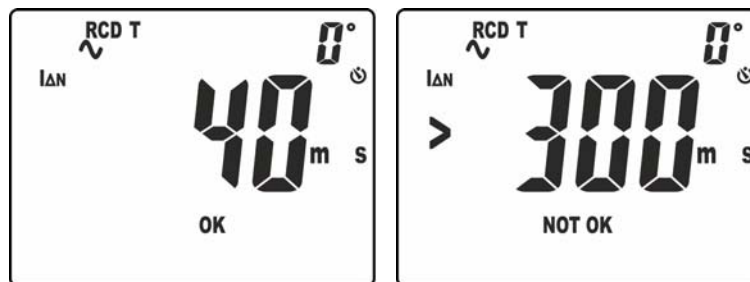

Fig. 35: Tempo di intervento in modo manuale a $I_{\Delta n}$
10. Il risultato della misura corretto è mostrato a display (vedere Fig. 35 – parte sinistra) con indicazione “OK”
11. Il risultato della misura incorretto è mostrato a display (vedere Fig. 35 – parte destra) con indicazione “NOT OK”. Un breve suono continuo è emesso dallo strumento